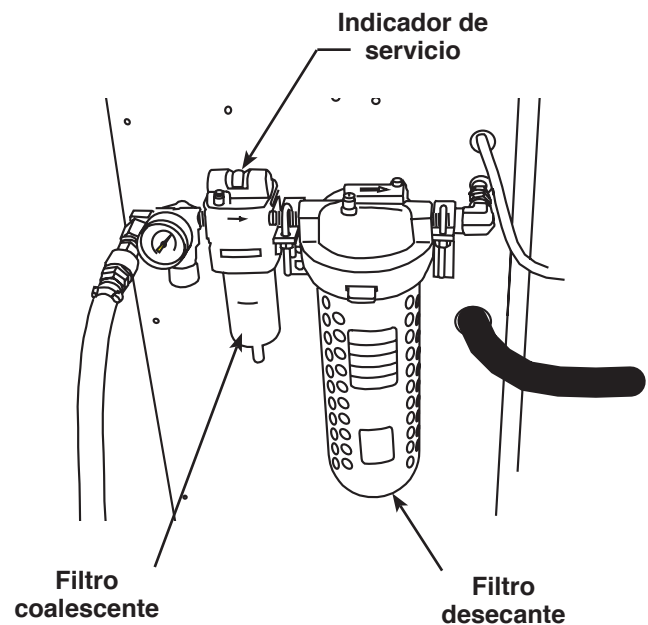

Figura 14
3. Quite el ensamble de la cubeta / guarda de la cubierta del filtro coalescente empujando la cubeta hacia el cuerpo de la cubierta, rotando la cubeta en el sentido contrario a las agujas del reloj, y luego jalando la cubeta hacia abajo. Consulte la Figura 14.